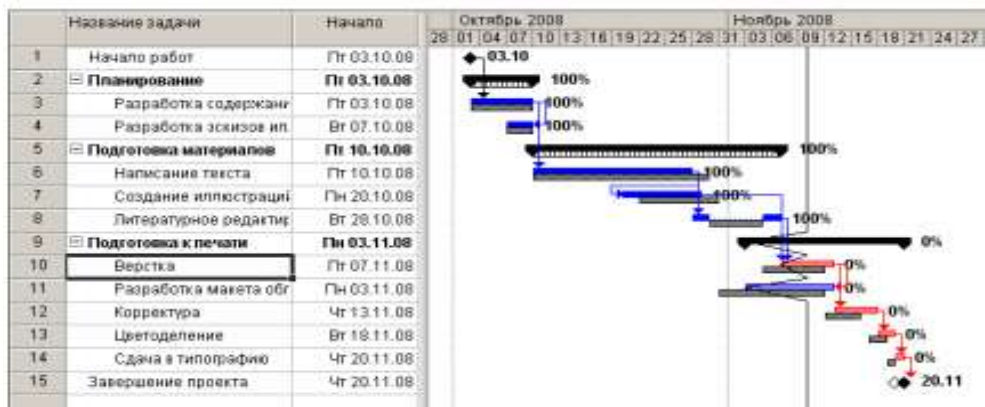

Рис. 59. График выполнения проекта на 9 ноября 2008 года
• Выберите интересующую вас дату, например 9 ноября 2008 года, и щелкните левой кнопкой мыши на диаграмме. В указанной точке отобразится график выполнения проекта (рис. 59).